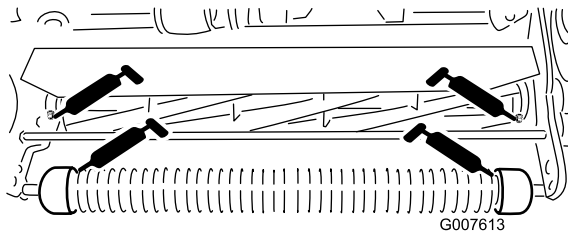

図 18
- ・ 前ローラ2ヶ所 図 18
- ・ リールベアリング2ヶ所 図 18